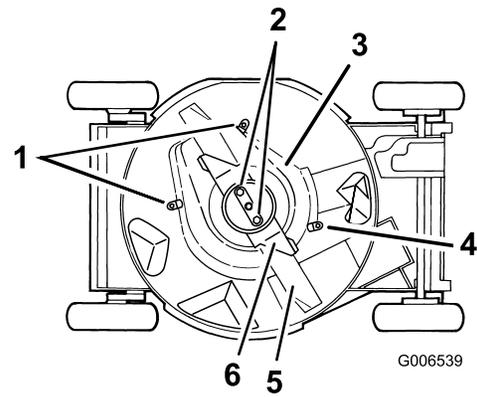

Figura 39
6. Afloje las pestañas que fijan el protector del embrague del freno de la cuchilla a la carcasa, aflojando las tuercas o los pernos de las pestañas (Figura 39). Gire las pestañas 180° para que no estorben.